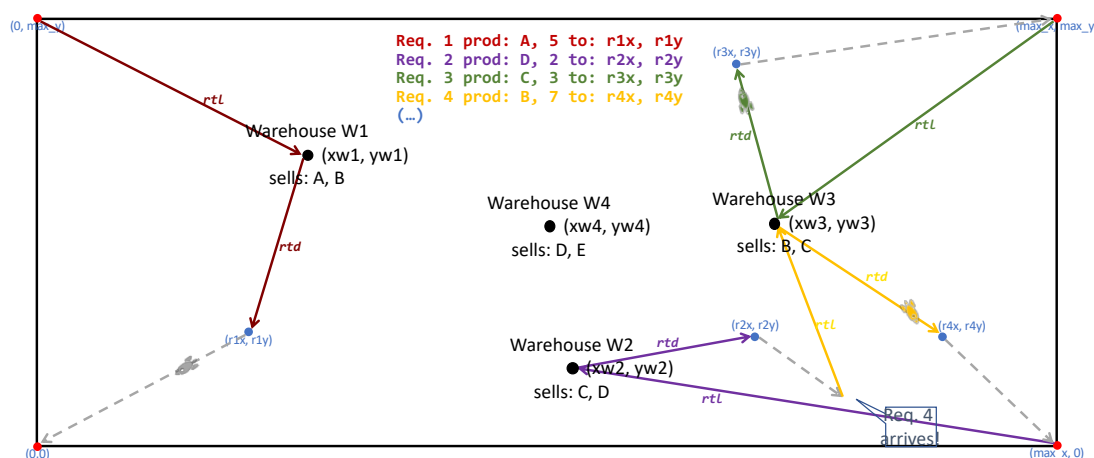
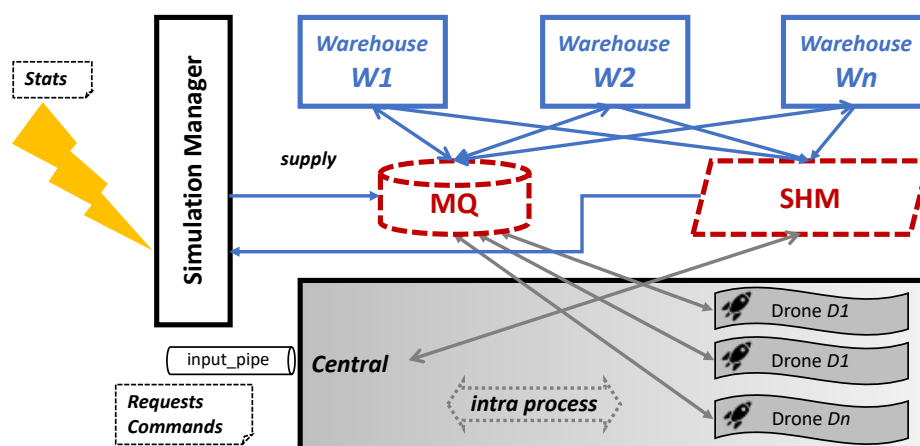

Figure 1 – Armazéns e drones nos seus percursos.
Figure 2 – Visão geral do sistema a implementar.
Após ser escolhido pela *Central*, o drone desloca-se em linha reta até ao armazém (identificados com *rtl* na Fig. 1) e inicia o processo de carregamento dos materiais. Seguidamente o drone movimenta-se até ao destino da entrega (*rtd* na Fig. 1), onde descarrega os produtos. Após terminar, dirige-se para a base mais próxima da sua posição (cinzento tracejado na Fig. 1). Deve, no entanto, interromper o regresso se lhe for atribuída uma nova encomenda, a qual deve começar imediatamente a atender (como no caso do Req. 4, a amarelo na Fig. 1).
- **Gestor da simulação (*Simulation manager*)** – é responsável por iniciar todo o sistema. Deve criar a fila de mensagens (MQ), as zonas de memória partilhada (SHM) e os restantes processos. Ao receber um sinal SIGUSR1 deve ler as estatísticas a partir da memória partilhada e apresentá-las ao utilizador.
- **Processo Central (*Central*)** – iniciar, coordenar e manter as *threads* relativas a cada um dos drones. Deve também criar o *named pipe* (“*input_pipe*” da Fig. 2) onde vai receber as encomendas e outros comandos relativos ao comportamento dos drones.
É responsabilidade do processo *Central* criar e manter as *threads* correspondentes aos drones (Dx na Fig. 2), bem como coordenar o trabalho deles. Para isso, deve criar as estruturas intra processo necessárias para saber a cada momento se os drones se encontram ocupados/desocupados, saber a sua localização e atribuir tarefas.
A *Central* monitoriza ao mesmo tempo o *named pipe* ("*input_pipe*" Fig. 2) para receber as tarefas a realizar. Estas tarefas são expressas por comandos que podem servir para criar uma encomenda nova e para alterar o número de drones. **A estrutura dos comandos a receber é apresentada abaixo e deve ser seguida rigorosamente.**
4. Avaliar a distância entre cada um dos drones desocupados ao destino da entrega, passando por um armazém que contenha o tipo e quantidade de produtos desejados (i.e., a distância $rtd+rtl$ na Fig. 1), escolhendo o drone com a distância total a percorrer mais curta. Para isso deve consultar na memória partilhada as coordenadas e o stock de cada armazém.
5. Caso existam drones disponíveis e os produtos necessários em *stock*, deve reservar a quantidade de produtos no armazém através de memória partilhada (SHM na Fig. 2) e de seguida notificar a *thread* correspondente a esse drone através de meios de comunicação intra processo, para que este trate da encomenda (ver detalhes em 4.2). (Nota: A reserva pode ser efetuada diminuindo na memória partilhada a quantidade de stock disponível em determinado armazém.)
Como dito anteriormente, o comportamento de um drone é implementado por uma *thread* (D_x na Fig. 2). Existem em cada momento um número D de drones no sistema, de acordo com as configurações. Os drones começam em repouso, distribuídos pelas bases existentes, uma base em cada canto do mapa (representadas a vermelho na Fig. 1).
- 3) Carregamento** – o drone começa por enviar uma mensagem ao armazém através da fila (MQ na Fig. 2) a indicar que chegou e que o carregamento pode começar. A mensagem enviada deve identificar a encomenda com um número único, para que o armazém responda com uma mensagem desse tipo. O drone fica à espera da resposta e está ocupado, não podendo ser interrompido. O carregamento deverá demorar um número de unidades de tempo igual à quantidade de produtos. Quando receber a resposta sabe que o carregamento terminou e assume o comportamento **4)**.
Tal como a Fig. 2 ilustra, o processo *Gestor da simulação* é capaz de obter informação sobre encomendas aceites e tratadas pelos drones e armazéns, através da memória partilhada. Após a receção de um sinal do tipo SIGUSR1, deverá escrever para o écran a seguinte informação estatística: